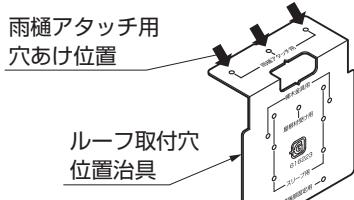

図11-31
①ルーフ取付穴位置治具を樋にあて、ケガキ、ドリルで水抜き穴 $\phi 36$ と雨樋アタッチメント取付穴 $\phi 3.2$ をあけてください。(図11-31、11-32参照)